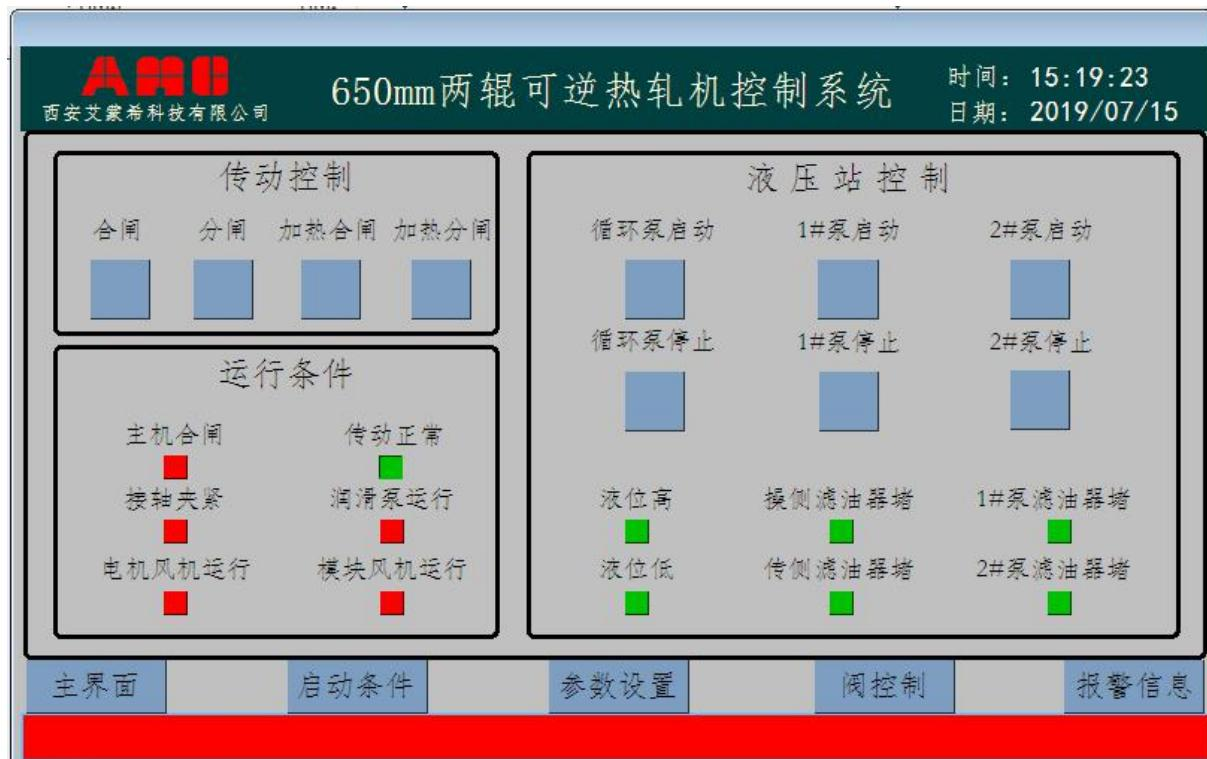

图 2 启动条件画面
- 2) 启动条件：操作计算机主画面中“启动条件”功能主要用于开动和停止轧机前，操作工需要在此画面中启动和停止高压站及合闸和分闸主机。另外，此画面中显示了主机和高压站的实时状态。如图 2 所示，按钮功能如下。